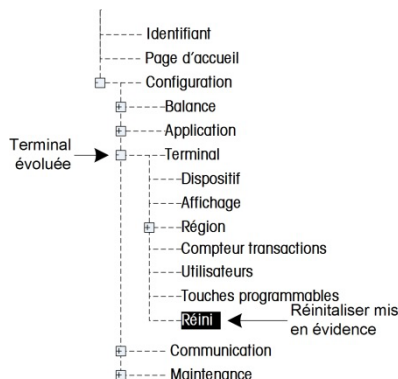

Figure 3-25 : Menu arborescent de configuration — Réinitialisation
1. Appuyez sur la touche programmable CONFIGURER.  Le menu arborescent de configuration s'affiche (voir la Figure 3-25).